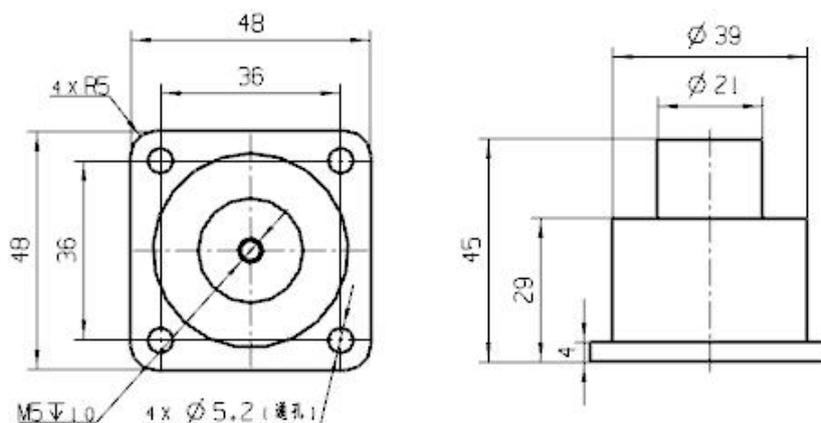

图 10 减震器外形和接口尺寸
b) 将 4 个减震器分别安装到飞机上，减震器外形和接口尺寸如图 10 所示: